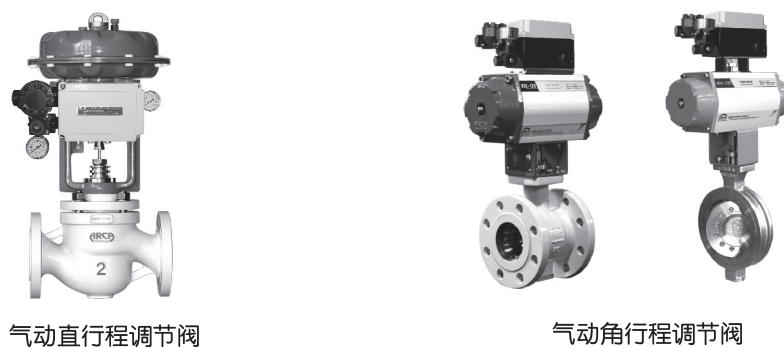

图4、824【Ⅱ】定位器使用范围
2.3、可与各种气动执行机构配套，适应于直行程、角行程、分程控制、正作用、反作用及大行程和小行程的各种调节阀，并可任意组合（图4）。